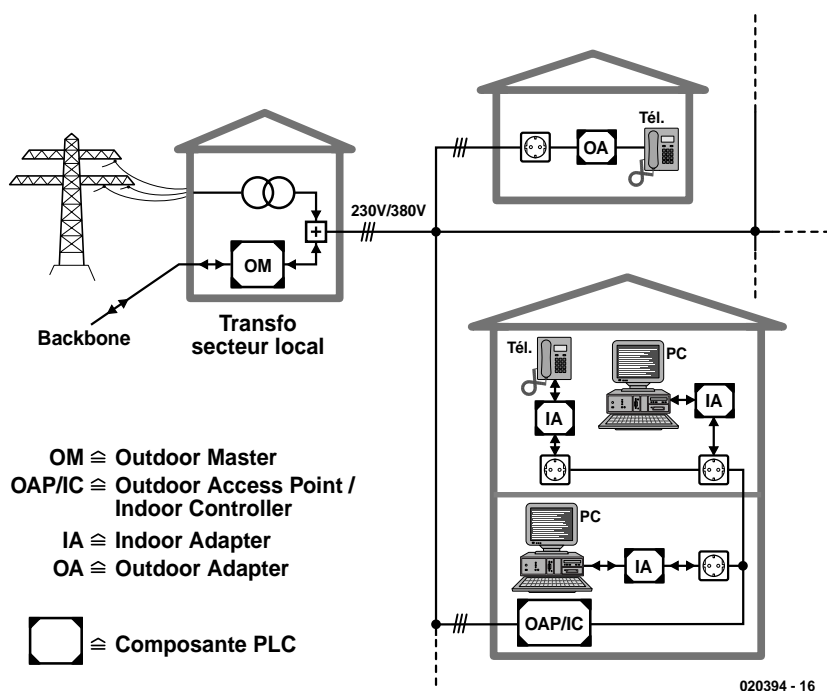

Figure 6. Système PLC à composants ASCOM.
L'entreprise helvétique Ascom (www.ascom.ch) est un des principaux fabricants de techniques PLC comme moyen d'assurer la liaison du « dernier kilomètre » entre, par exemple, Internet et le domicile. Ascom traite les domaines « Extérieur » et « Intérieur » (*Outdoor* et *Indoor*) de façon complètement séparée. C'est pourquoi chacun d'entre eux possède son propre réseau PLC entre lesquels un module installé dans le boîtier du compteur électrique du client assure la liaison. Voici la liste (minimale) des appareils PLC qu'il faut acquérir pour réaliser un système PLC Ascom (**figure 6**) :
Outre ces 3 composants de base, Ascom propose toute une série d'appareils PLC pour utilisation spéciale. La figure 6 ci-dessus présente un exemple d'application : le raccordement d'un seul téléphone au réseau extérieur. Il serait quelque peu exagéré d'installer un OAP/IC pour un seul adaptateur d'intérieur. C'est pourquoi Ascom offre aussi un « Outdoor Adapter » (OA) permettant de se raccorder directement au réseau extérieur.